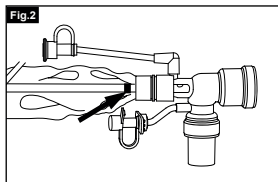

Fig. 2
3. Appuyer et maintenir enfoncé le bouton-poussoir de commande. Retirer doucement le cathéter et arrêter le retrait lorsque l'anneau de marquage noir est visible à l'intérieur du manchon (fig. 2).
1. La bague de marquage noire doit être visible dans le manchon (fig. 2), puis ouvrir le capuchon sur l'orifice d'irrigation.